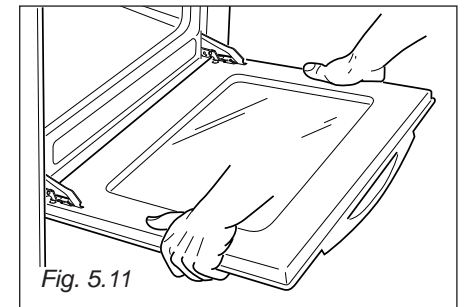
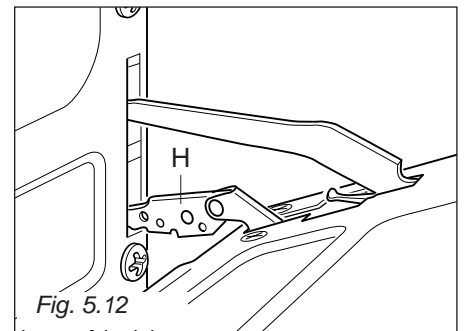

Fig. 5.11
Fig. 5.12
- Aferre la puerta (según las indicaciones de la fig. 5.11) y, mientras que la está cerrando, suelte las dos bisagras siguiendo las indicaciones de la fig. 5.12.
- Aferre la puerta con sus manos colocándolas cerca de las bisagras y suba las palancas "H" con sus dedos índices (fig. 5.12).